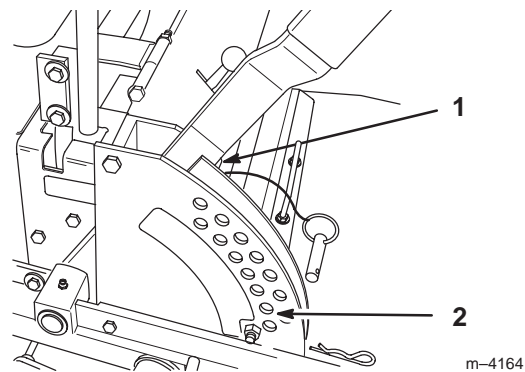

Figure 59
4. Relevez le plateau de coupe en position de transport et détendez les deux grands ressorts de levage du plateau en desserrant l'écrou situé devant chaque ressort (Fig. 59).
5. Placez deux cales de 38 mm (1-1/2") d'épaisseur sous le bord inférieur arrière gauche et droit de la tondeuse. Placez une cale de 57 mm (2-1/4") sous le bord inférieur central avant de la tondeuse. Sélectionnez la hauteur de coupe de 51 mm (2") (Fig. 59).
- Déplacez le levier de relevage du plateau de coupe à la position de transport (Fig. 59).